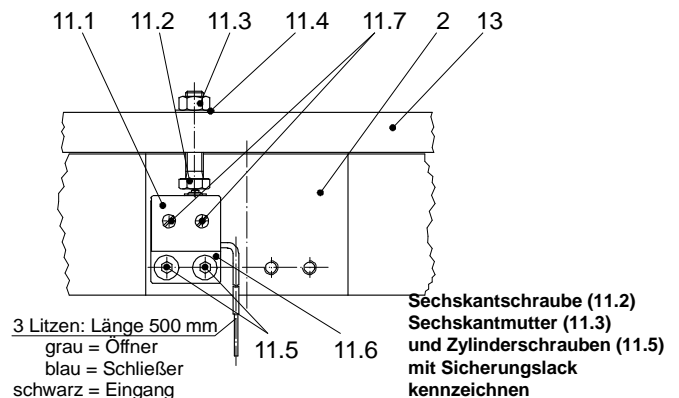

Bild 6 (Größe 60 – 2000)
Lüftüberwachung (11) Bild 6
Montage (werkseitig Bild 6)
1. Sechskantschraube (11.2) am Gewindeanfang mit LOCTITE 243 bestreichen und bis zur Schraubenkopfanlage in die Ankerscheibe (13) eindrehen. Schraubenkopf zeigt in Richtung Bremsenkörper (2).
4. Adapterplatte (11.6) mit zwei Zylinderschrauben (11.5) (M4x8 – DIN912) an Bremsenkörper (2) Lüftüberwachungsseitig (Bild 6) anschrauben. (mit LOCTITE 243 sichern).
5. Bremse an Maschinenwand (12) bzw. Montagevorrichtung mit Nennanzugsmoment anschrauben.
Einstellung und Funktionsprüfung des Mikroschalters ((Pos.11.1) Bild 6):